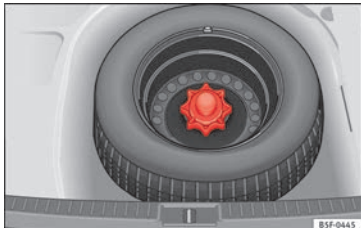

Fig. 255 Roue de secours : plancher de chargement soulevé.
- Soulevez le plancher de chargement et laissez-le dans cette position pour pouvoir retirer la roue de secours »» fig. 255.